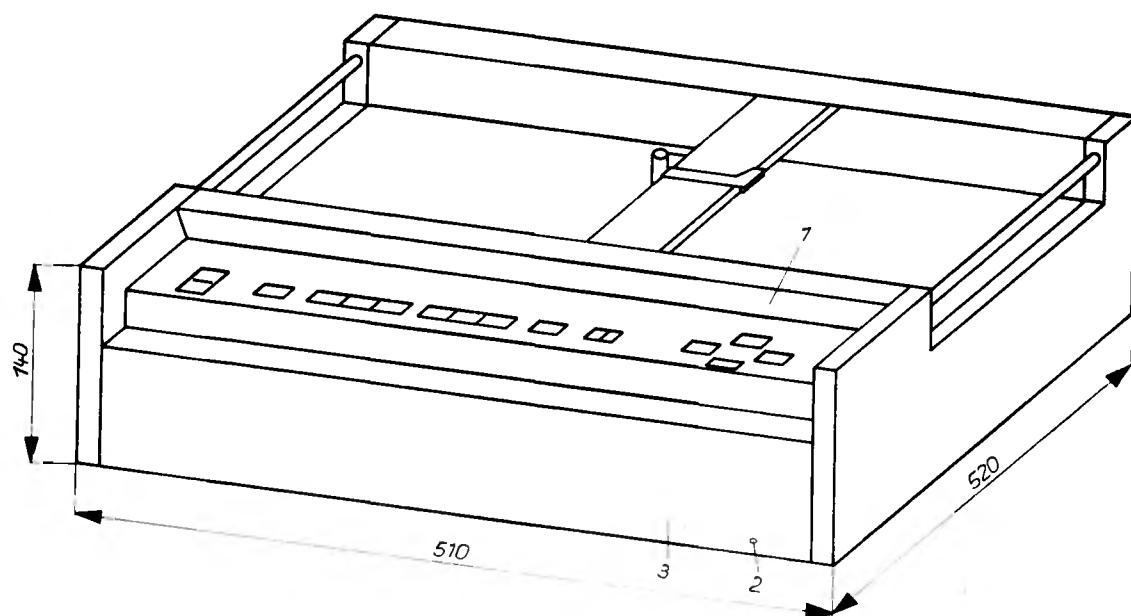

Рис. 2: Основные размеры графопостроителя
Снятие платы ЭВМ осуществляется следующим образом (смотри рис. 2 и 4):
С целью вызова тестовых программ нужно нажать клавишу NMI, которая покрыто находится под заслоном ((1) в рис. 2). Мигание индикации Error указывает на установленный режим теста. Путем нажатия клавиши окна Р 1 вызывается тестовая программа „контурный треугольник”, путем нажатия